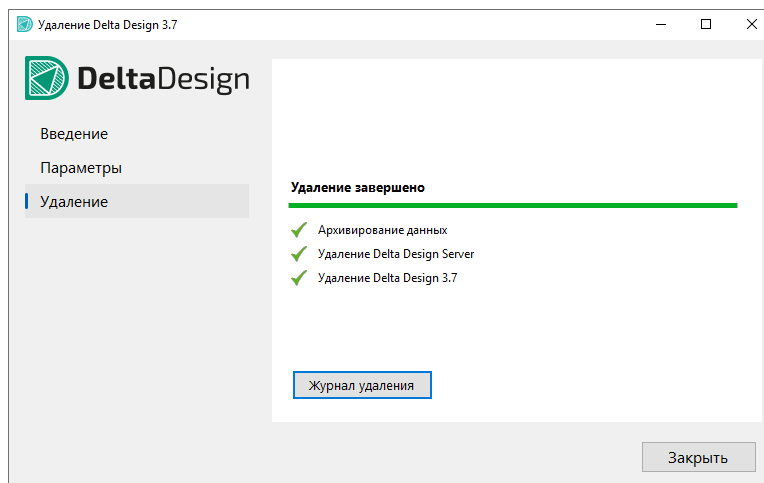

Рис. 13 Архивирование проектных данных
4. Этап «Удаление». На заключительном шаге мастер проинформирует об архивировании проектных данных и об удалении приложения, см. Рис. 13.